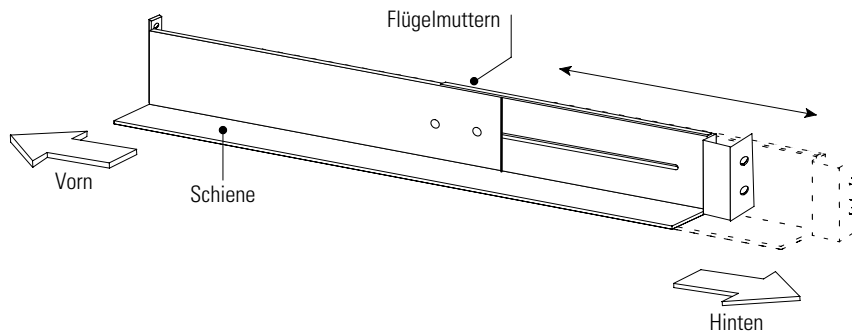

Abbildung 2. Anpassen der Schientiefe
1. Die Flügelmuttern an beiden Schienen lösen und die Schienen an die Tiefe des Racks anpassen (siehe Abbildung 2).